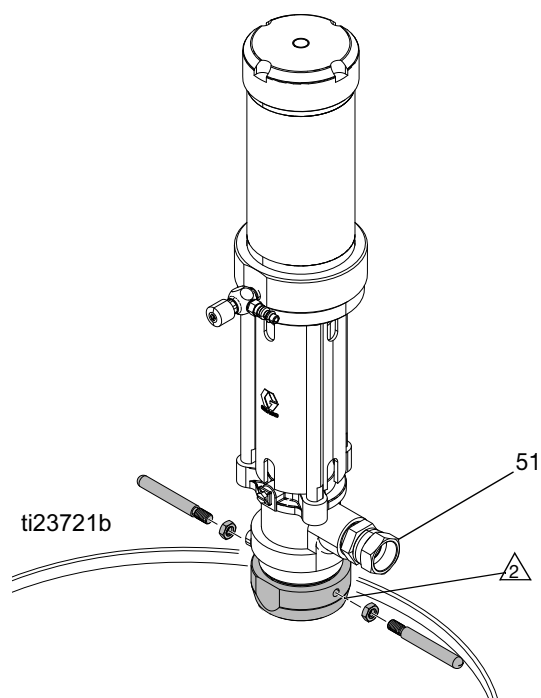

FIG. 7
4. Smörj tapphålsadaptorn på insidan och gängorna. Installera de medföljande handtagen och dra åt låsmutterarna. Installera de medföljande handtagen och dra åt låsmutterarna. Kontrollera att packningarna är på plats och skruva säkert in tapphålsadaptorn (51) i fatets tapphål. Sätt i pumpen genom adaptorn och lås den. Se FIG. 7.